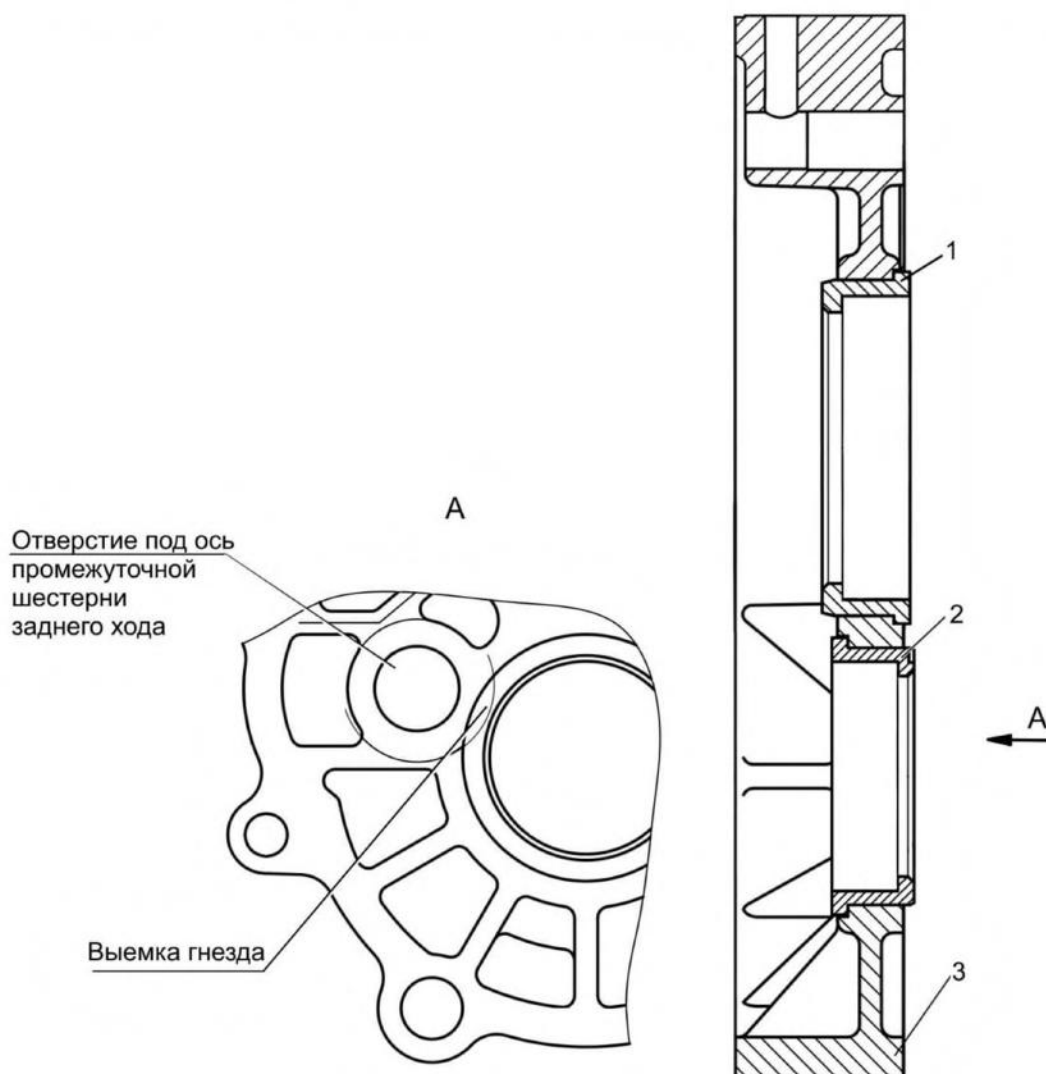

Рис. 3.20. Пластина с гнездами подшипников: 1 - гнездо подшипника вторичного вала; 2 - гнездо подшипника промежуточного вала; 3 –пластина
- запрессовать гнезда подшипников вторичного и промежуточного валов в пластину до упора, установив гнездо подшипника промежуточного вала лыской в сторону отверстия под ось промежуточной шестерни заднего хода (рис. 3.20).